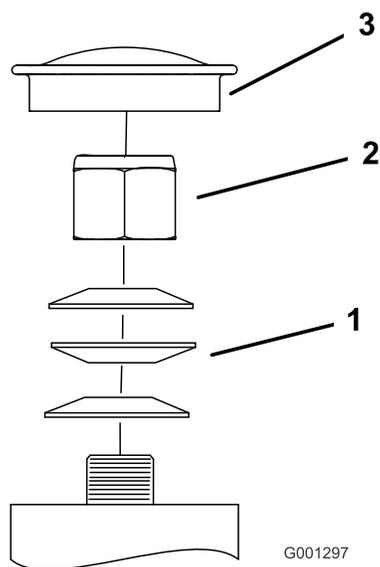

Figura 56
3. Retire o tampão antipoeira da roda e aperte a porca de bloqueio (Figura 56).
4. Aperte porca de bloqueio até que as anilhas de mola estejam planas e, em seguida, recue 1/4 de volta para aplicar devidamente a pré-carga nos rolamentos (Figura 56).
**Importante:** Certifique-se de que as anilhas de mola estão corretamente montadas como se mostra na Figura 56.
5. Instale o tampão antipoeira (Figura 56).